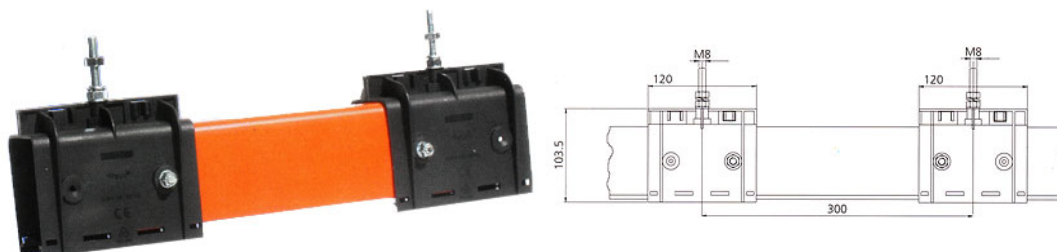

Рисунок 29 – Общий вид сборочного элемента «секция контроля».
3.29. Характеристика сборочного элемента «секция контроля» (см. рис.29):